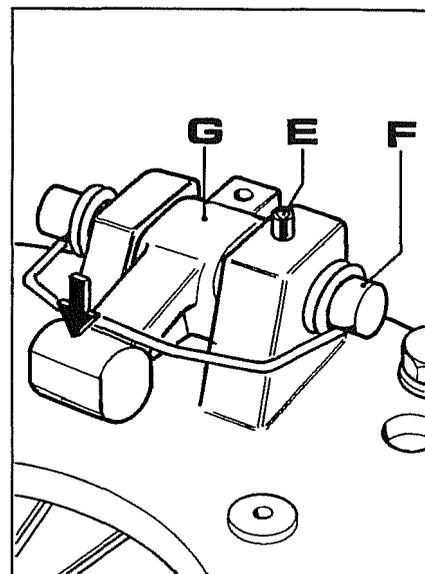
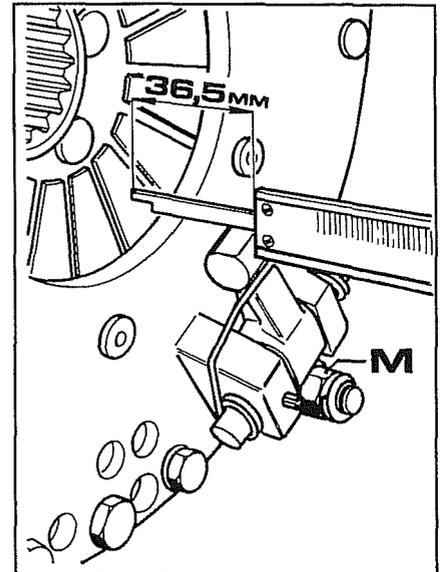

Fig. 23
Fig. 25
- c. Vérifier que les têtes (indiquées par la flèche dans la figure) des leviers **G** fig. 23 ne sont pas usées excessivement.
- Extraire l'axe **F**, puis remplacer le levier en remettant le ressort en place comme illustré dans la fig. 23.
- Pour régler les leviers **G** fig. 23 de commande de débrayage de la prise de force, il faut agir sur les écrous **M** fig. 25 jusqu'à obtenir la mesure de **36,5 mm** du sommet des leviers au plan du ressort comme illustré dans la figure.